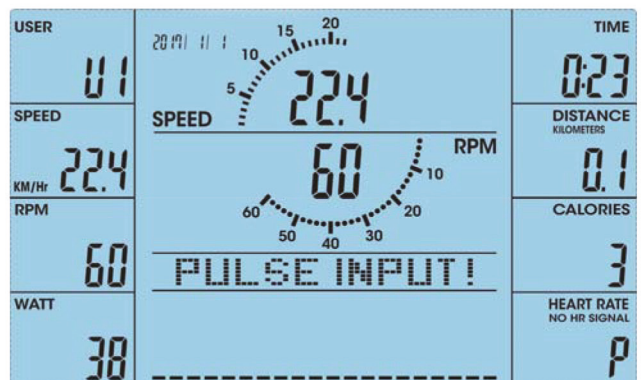

Fig. 43
5. Hvis du vil springe over målintastningen og starte træningen direkte, skal du trykke på START/STOP (fig. 43).
Hvis der ikke er registreret nogen puls i seks sekunder, viser LCD-skærmen "PULSE INPUT", som en påmindelse, indtil en puls registreres (fig. 43).